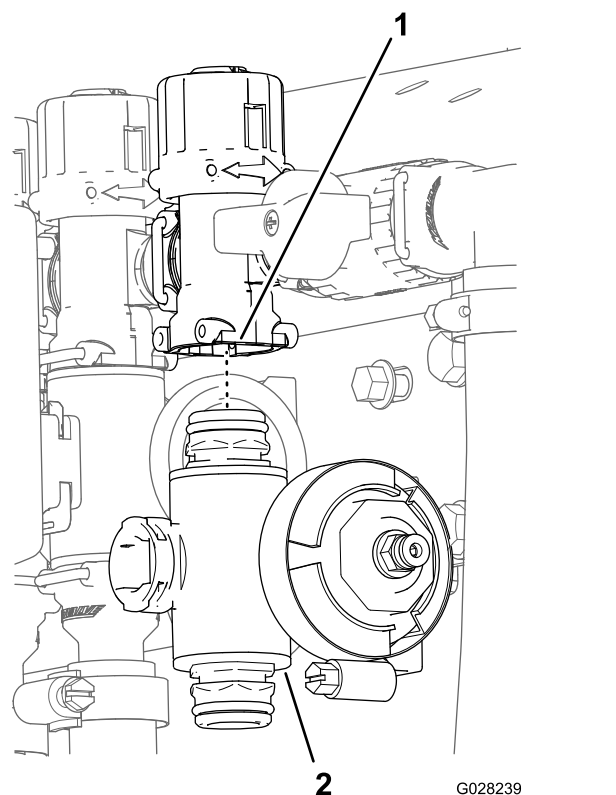

Figura 75
3. Válvulas de sección izquierda y derecha: retire los pernos con arandela prensada y las contratueras con arandela prensada que sujetan la(s) válvula(s) de sección al soporte de las válvulas, y retire el/los distribuidor(es) de la máquina; válvula de la sección central: retire el distribuidor de la válvula de sección de la máquina (Figura 75).